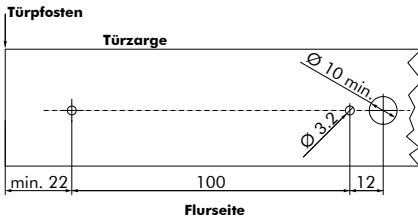

Abb. 13: Bohrschablone
1. Für die Montagebox im Abstand von 100 mm zwei Löcher von 3.2 mm und für das Sensorkabel ein Loch von 10 mm in die Türzarge bohren (Abb. 13).